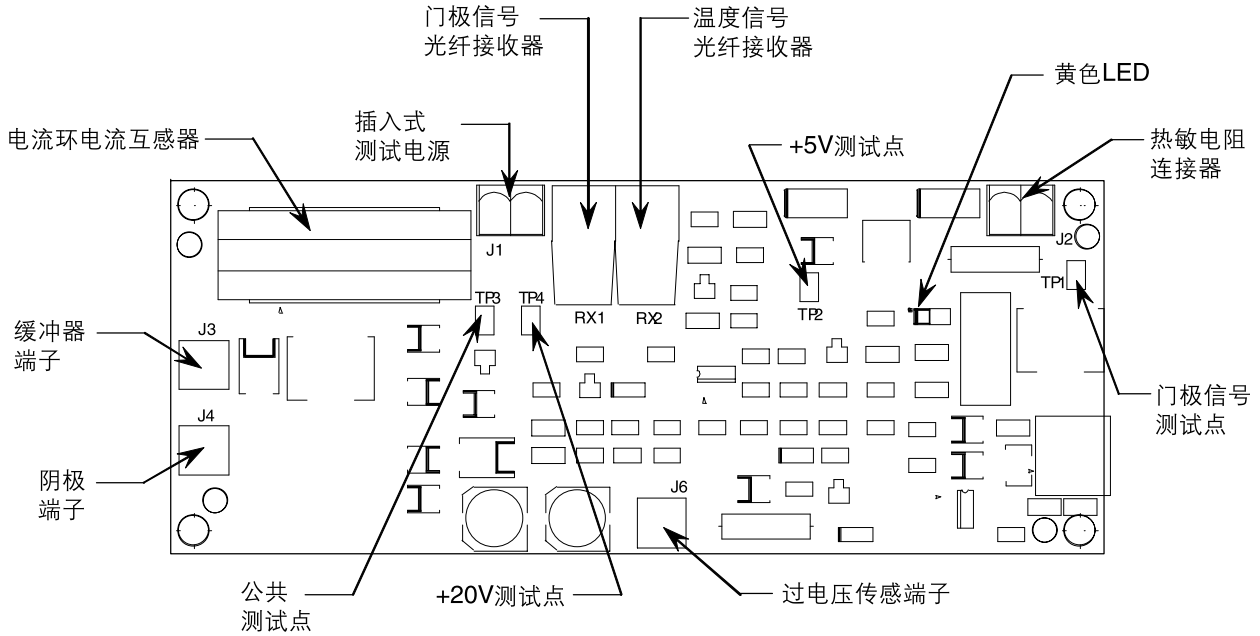
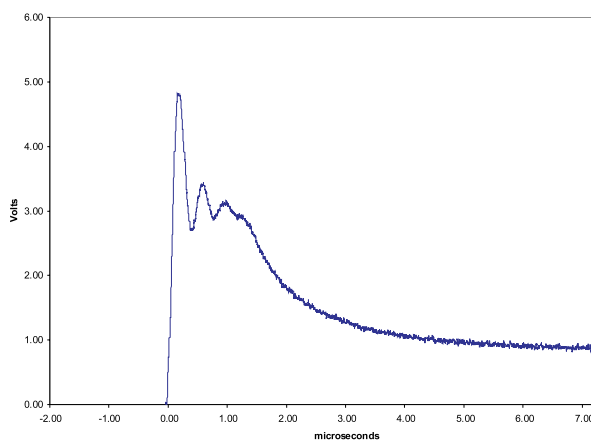

图3.4-门极驱动板上的测试电源应用
图3.5-门极脉冲详细信息-典型的SCR(ABB)
6. 因为当SMC运行时，门极驱动电路通常从缓冲器电路接收能量，因此测试时必须使用备用电源。确定设备中包含便携式的测试电源，并核对是否具有与可利用的电源系统相等价的额定等级（例如：110/120VAC或220/240VAC）。把单元组件插入到电源，把绿色的连接器插入到每个门极驱动板的J1上(参阅图3.4)。
8. 通过将直流电压表连接到TP4 (+) 和TP3 (-)(参阅图3.4), 检查门极驱动板的电压。如果使用了指定的便携式测试电源, 则电压值应该为9到12VDC。如果电流环带电并且门极测试脉冲没有激活, 则电压值应该为18到22VDC。
9. 通过将万用表连接到TP1和TP3之间(参阅图3.4), 检查实际的门极脉冲。脉冲应该如图3.5和3.6所示。